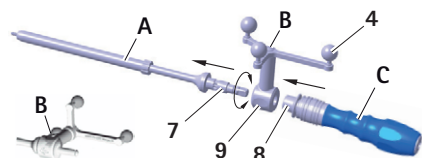

Fig. 6 Montagem da unidade em estrela de referência (pré-calibrada) e do punho S⁴C na ferramenta de abrir roscas S⁴C
- ▶ Soltar a manga de bloqueio 8, ver Fig. 6. Verificar se o punho S⁴C está encaixado.